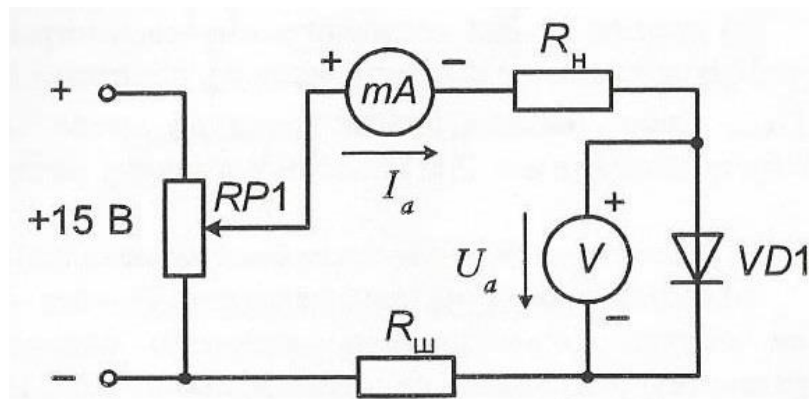

Рис. 4 – Схема для исследования выпрямительного диода на постоянном токе
5. Соберите на лабораторном стенде схему для исследования выпрямительного диода на постоянном токе, приведенную на рис. 4.